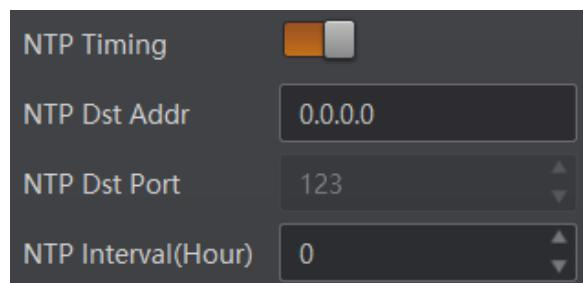

图3-16 设置组播功能
3. 根据实际情况，设置 NTP Dst Addr（服务器地址）和 NTP Interval (Hour)（校时间隔）参数，NTP Dst Port（端口号）默认为“123”，如图 3-16 所示。